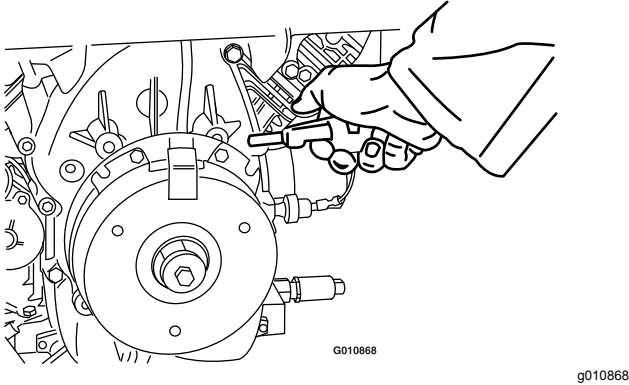

Figura 71
3. Utilizar un compresor de aire, elimine cualquier residuo de debajo del polo de freno y de alrededor de los espaciadores del freno (Figura 71).